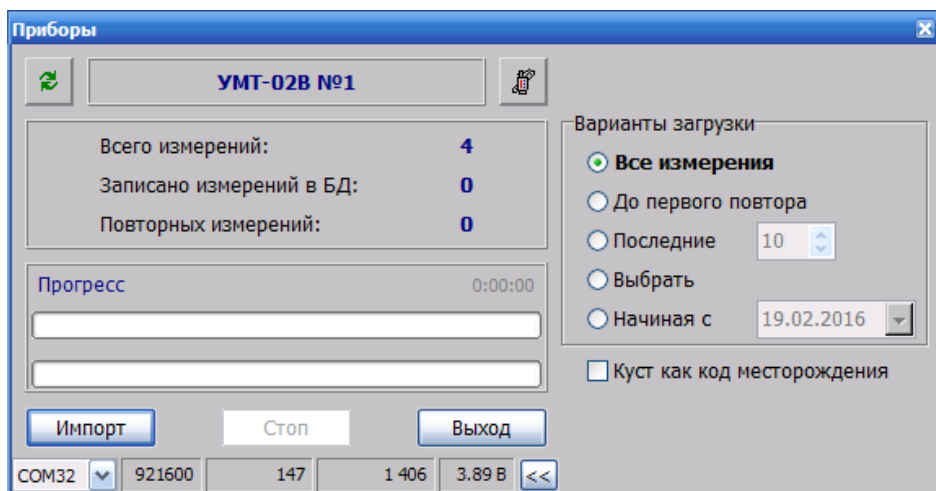

Рисунок 10
- 4) В базе данных компьютера запустите процедуру импорта. Выберите номер COM-порта, соответствующий подключенному USB. В примере это COM32 (см. рисунок 10).